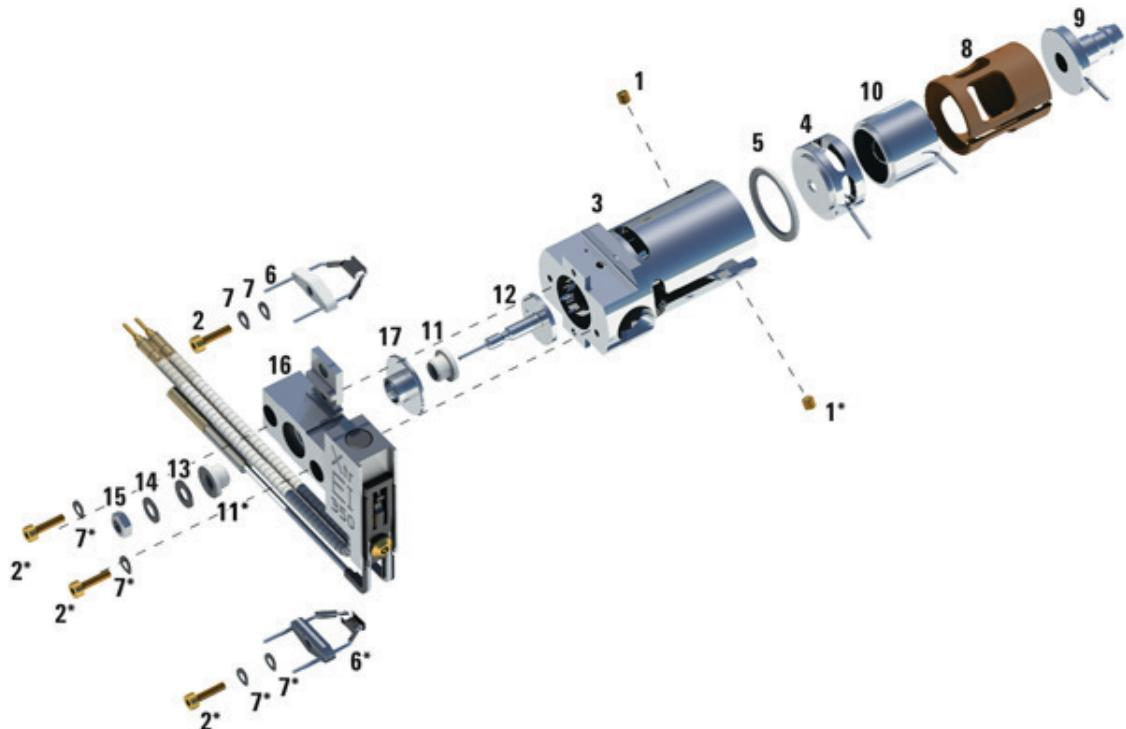

図 26 エクストラクタ EI イオン源を組み立てるには
- エクストラクタレンズを、平らな側を先頭にイオン源本体に差し込みます (159 ページ図 26 を参照してください)。
- エントランスレンズとイオンフォーカスレンズを図に示す順でインシュレータに差し込みます (159 ページ図 26)。
- イオンフォーカスレンズとエントランスレンズを含むレンズインシュレータを、イオンフォーカスレンズがエクストラクタレンズの方を向くようにして、イオン源本体に差し込みます (159 ページ図 26 を参照してください)。
表 21 エクストラクタ EI イオン源の部品リスト (図 26)